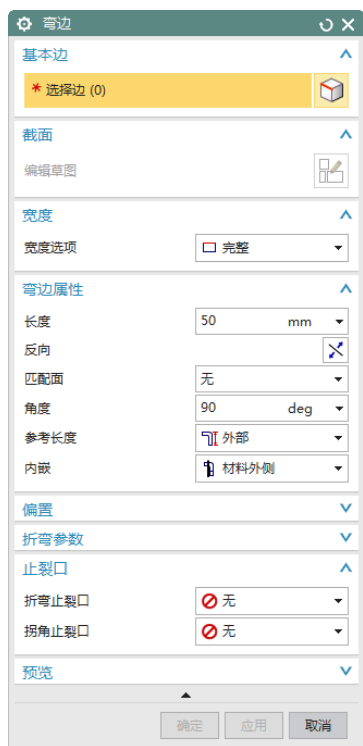
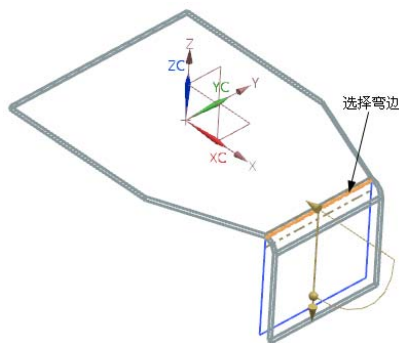

图 7-14 “弯边”对话框
图 7-15 选择第 1 条弯曲边
(1) 选择“菜单(M)”→“插入(S)”→“折弯(N)”→“弯边(F)…” , 或者单击“主页”选项卡“折弯”面组上“弯边”按钮, 打开如图 7-14 所示“弯边”对话框。
(2) 设置“宽度选项”为完整，“长度”为50，“角度”为90，“参考长度”为“外部”，“内嵌”为“材料外侧”，在“止裂口”列表框中的“折弯止裂口”和“拐角止裂口”下拉列表框中选择“无”。
(3) 选择弯边，同时在视图区预览显示所创建的弯边如图 7-15 所示。